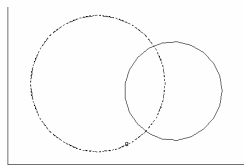

图 15-22 选中大圆
(2) 执行菜单命令 **Modify**→**Solids Editing**→**Subtract**, 按照提示, 选中大圆, 如图 15-22 所示。